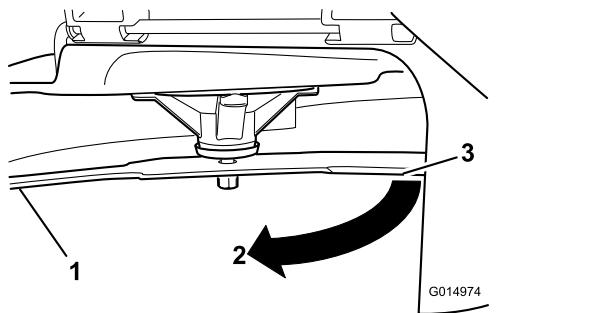

Bild 63
3. Zwischen Messer und Oberfläche gemessener Abstand (A)
4. Drehen Sie dasselbe Messer um 180 Grad, sodass die andere Schnittkante jetzt in derselben Stellung ist (Bild 63).